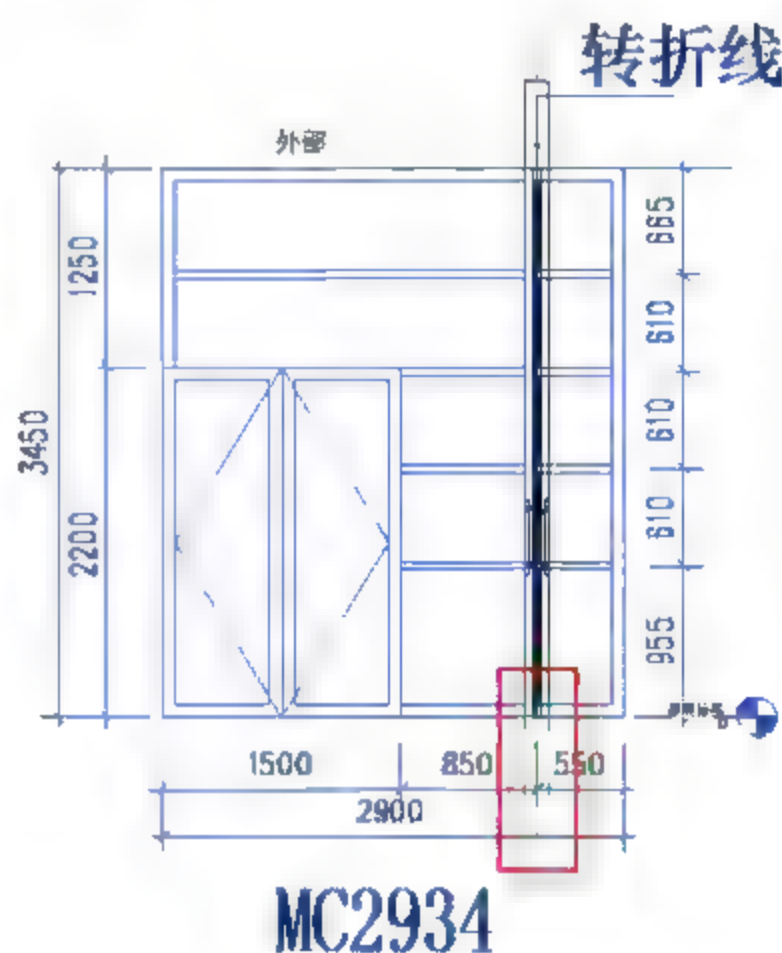

图 6.3.73 导入转角处CAD模板
(29) 绘制转角后的窗户。选择“项目浏览器”中的“立面(立面1)”→“左”选项,可以进入MC2934的左立面视图,选择“插入”→“导入CAD”命令,弹出“导入CAD格式”对话框,选择“MC2934.dwg”文件,将“导入单位”改为“毫米”,单击“打开”按钮。调整CAD图形,单击选定导入的“MC2934.dwg”CAD图形,按快捷键M+V,将“MC2934.dwg”的导入CAD图形移动至如图6.3.73所示位置。